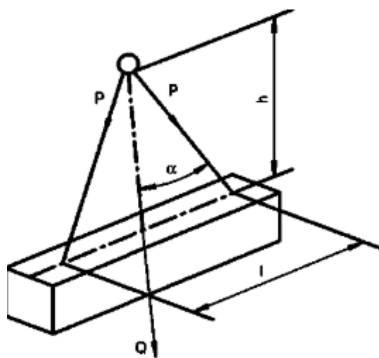

Рисунок 1 - Схема к расчету двухветьевого стропа
2. сходные данные для выбора каната и его расчета представлены в табл. 1 и на рис. 1, 2.